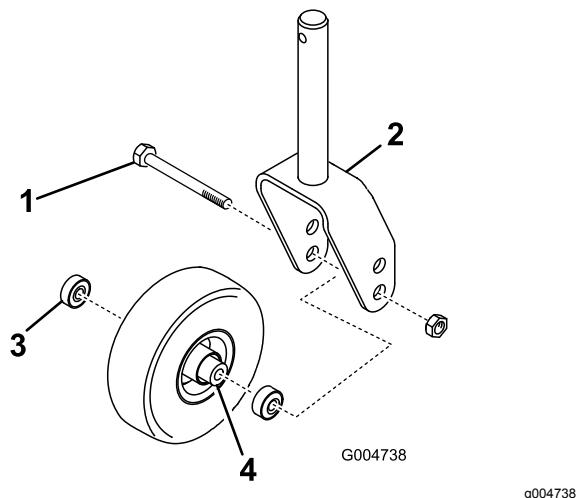

Figura 139
1. Retire la contratuerca del perno que sujeta el conjunto de la rueda giratoria entre la horquilla o el brazo de pivot (Figura 139).
2. Sujete la rueda giratoria y retire el perno de la horquilla o del brazo de pivot (Figura 139).
3. Retire el cojinete de la rueda y deje que se caiga el suplemento del cojinete (Figura 139).
4. Retire el cojinete del otro lado de la rueda (Figura 139).